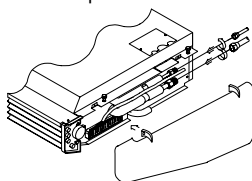

Fig. 5
- (5) Use dos llaves para conectar la tuerca acampanada de conexión, a la unidad de interior. Ver fig. 5.